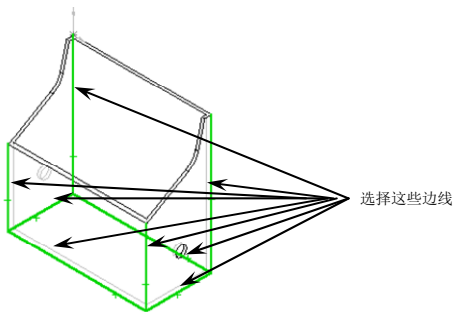

图 1-60 选择欲倒圆角的边线
① 单击前导视图控制栏中的隐藏线可见按钮 , 这样更便于选取隐藏的边线。
②按住 Ctrl 键选择零件的边线,如图 1-60 所示。为了方便边线的选取,如果需要可选择旋转视图按钮旋转零件。
③单击[特征]控制面板上的[圆角]按钮,或选择[插入] | [特征] | [圆角]命令。此时,自动出现 [圆角 1] 属性管理器,在 [圆角项目] 栏的 [边线、面、特征和环] 显示框中显示 8 条所选边线。